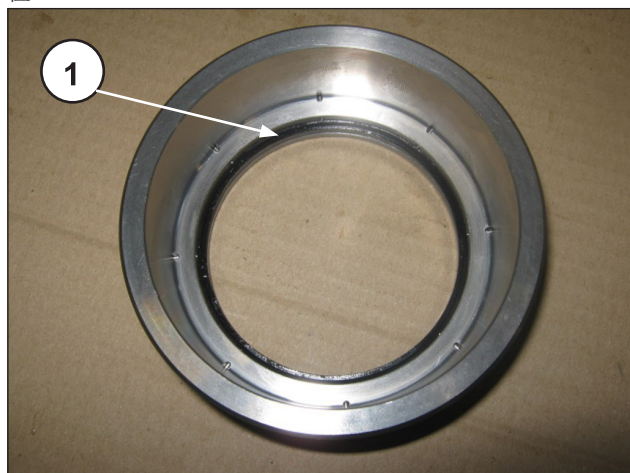

图 249
确保自紧式O形圈在密封件（位置①，图 249）上的正确定位。